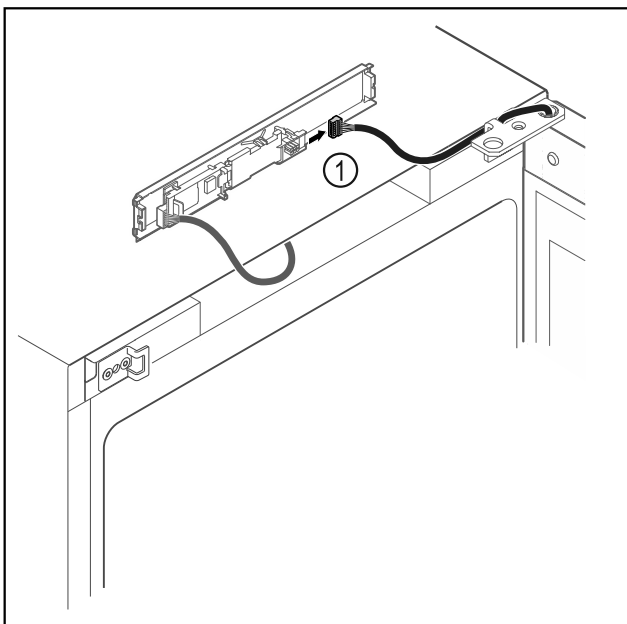

Fig. 20
- ▶ Αποσυνδέστε το φιλ Fig. 20 (1) από την πλακέτα.